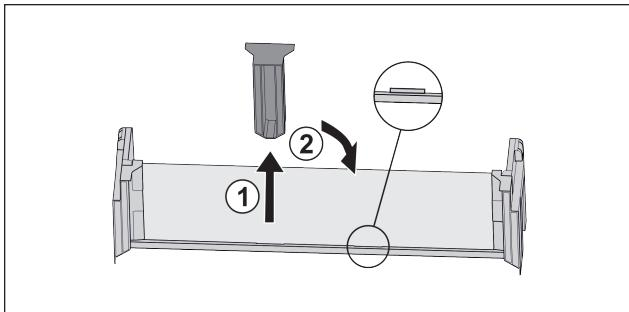

Fig. 103
- Stiahnite stredný prídružný diel Fig. 103 (1).
- Nasadte stredný prídružný diel do druhej pozície Fig. 103 (2).